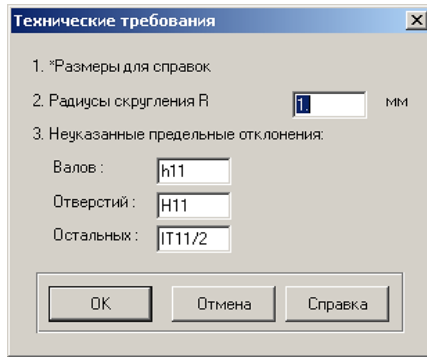

Рис. 54
**Задание технических требований.** Двойной щелчок левой кнопкой мыши в области списка с техническими требованиями вызывает открытие диалогового окна «Технические требования» (рис. 54). Пользователь может изменить значения параметров, записанные в полях с белым фоном.